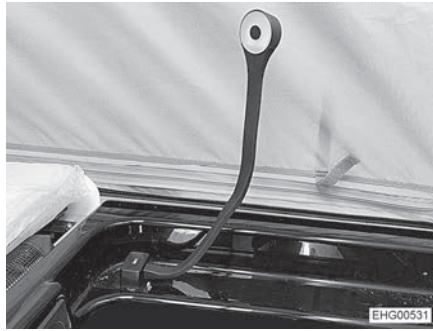
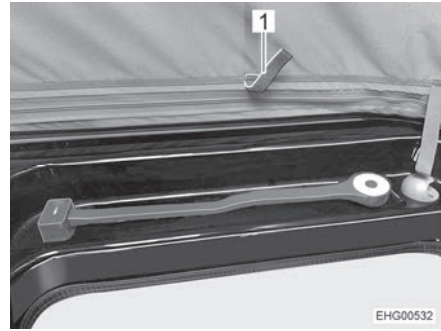

Fig. 65 Lampada a collo di cigno, posizione d'uso
Fig. 66 Lampada a collo di cigno, posizione di trasporto
- Riportare la lampada a collo di cigno dalla posizione d'uso (Fig. 65) alla posizione di trasporto (Fig. 66).
- Tirare verso l'interno il tessuto della tenda agendo sui passanti appositamente previsti (Fig. 66,1).